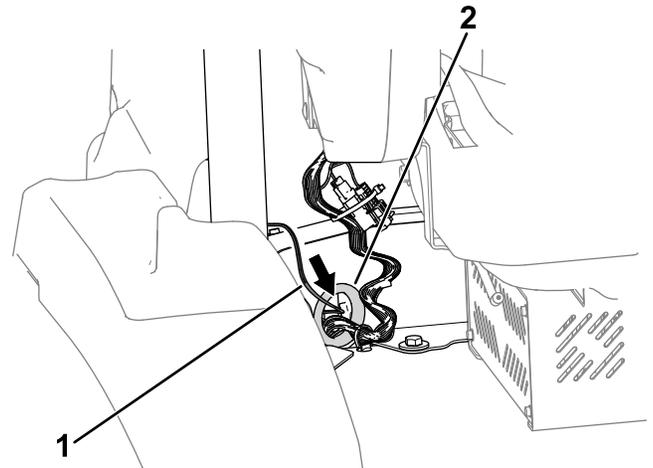

**Figura 7**
1. Enrute el arnés de cables del kit de panel de interruptores a lo largo del tubo de la barra antivuelco, como se muestra en la Figura 7.
2. Enrute el extremo del arnés de cables con la etiqueta P08 a través del anillo de goma de la plataforma (Figura 7).
3. Sujete el arnés de cables al tubo de la barra antivuelco con las bridas, según sea necesario (Figura 7).